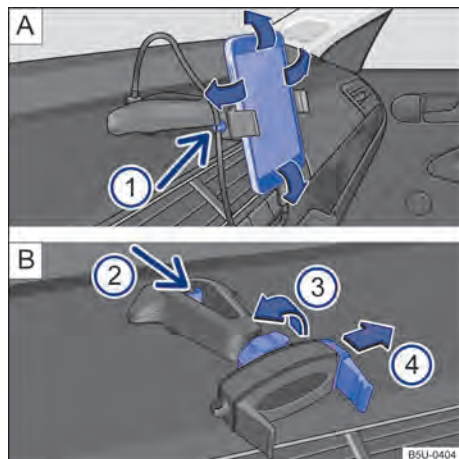

Fig. 224 No console central: suporte para smartphone e ajustes.
- Segurar o suporte com uma mão e pressionar o botão de destravamento → Fig. 224 [B] ② (seta).
- Com a haste → Fig. 224 [B] ④ deslocar no sentido da seta, e instalar o smartphone no alojamento.
- Com a outra mão deslocar a haste → Fig. 224 [B] ④ até que seja possível remover o aparelho do alojamento.
- Colocar o cabo USB na entrada carregador USB do suporte existente no painel de instrumentos → Fig. 224 [A].
- Prender o cabo no suporte → Fig. 224 [A] ①.
- Para liberar o movimento do suporte, girar a trava → Fig. 224 [B] ③ no sentido contrário da seta.
- Para fixar a posição, girar a trava no sentido da seta ③ → Fig. 224 [B] até a fixação total do suporte.
i O suporte para smartphone tem garantia de 3 anos, com exceção da haste deslizante (garra) → Fig. 224 **B** ④ que tem garantia de 1 ano.